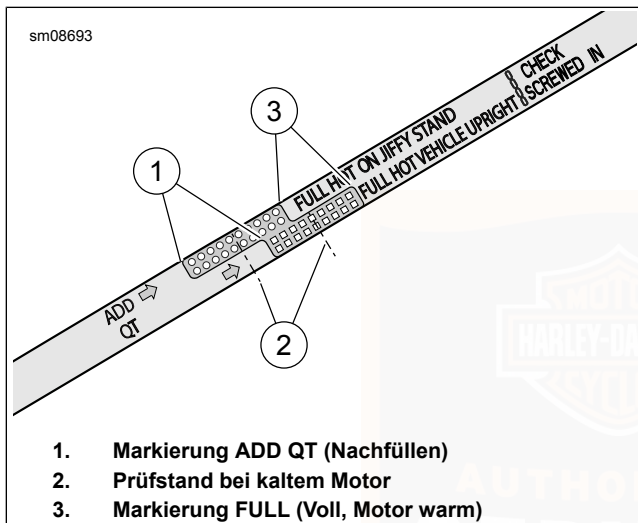

Abbildung 92. Motorölmessstab
- e. Siehe Abbildung 92. Ölstand prüfen. Der korrekte Ölstand bei kaltem Motor liegt auf halbem Wege (2) zwischen den Markierungen ADD QT (Nachfüllen) (1) und FULL HOT (Voll, heiß) (3) auf dem Ölmesstab.
5. Ölstand prüfen. Nur so viel Öl nachfüllen, um den Füllstand zwischen die Ölmesstab-Markierungen ADD QT (1) und FULL HOT (3) zu bringen.
- e. Siehe Abbildung 92. Ölstand prüfen. Der Ölstand sollte zwischen den Markierungen ADD QT (Nachfüllen) und FULL HOT (Voll, heiß) auf dem Ölmesstab stehen.